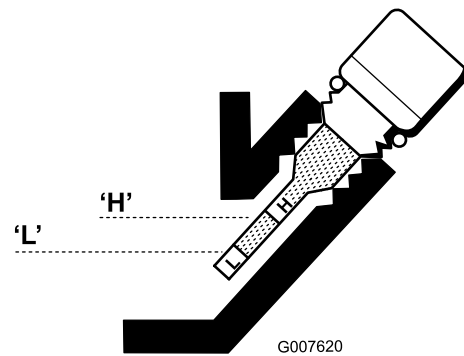

Figura 35
6. Si el nivel es bajo, añada solamente aceite suficiente para que llegue entre las marcas "H" y "L" de la varilla (Figura 35). Compruebe el nivel de aceite.